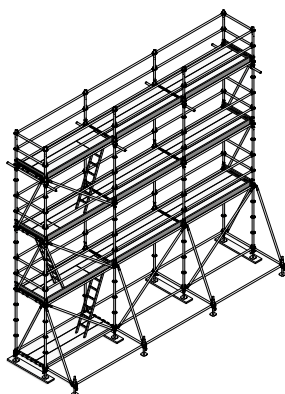

Fig. 26.1
- Échafaudage complet, comme ci-contre (Fig. 26.1)